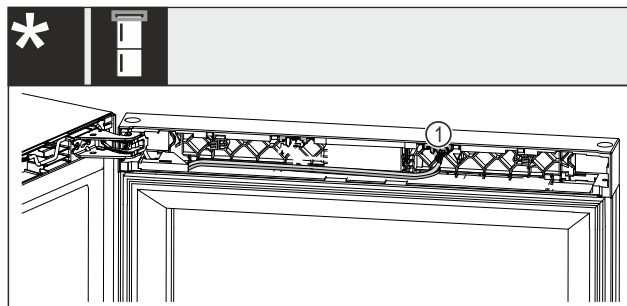

Fig. 25 Комбинации из холодильника для вина и морозильника*
- ▶ Вытяните штекер Fig. 25 (1) из гнезда.*